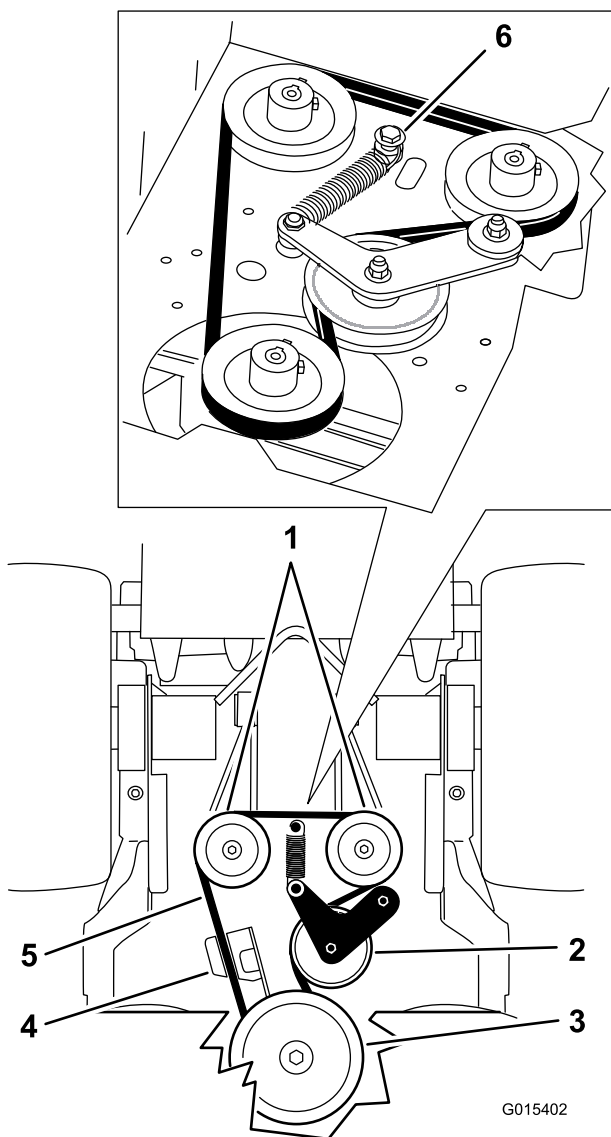

Figure 70
5. Retirez le boulon à épaulement, l'écrou et la rondelle du plancher moteur fixés au ressort (Figure 70).
6. Déposez la courroie d'entraînement de la pompe (Figure 70).
8. Placez le ressort sur le boulon à épaulement et la rondelle, et fixez-le au plancher moteur avec l'écrou (Figure 70).